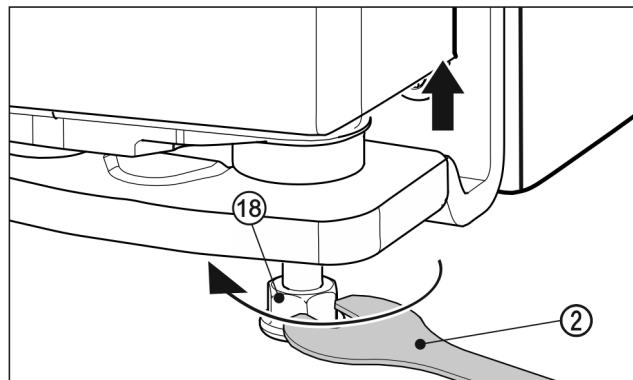

Fig. 33
- ▶ Voor het optillen van de deur de stelvoet Fig. 33 (18) er met de meegeleverde steeksleutel Fig. 33 (2) rechtersom uitdraaien. Bij levering is de lagerbout er volledig ingedraaid.